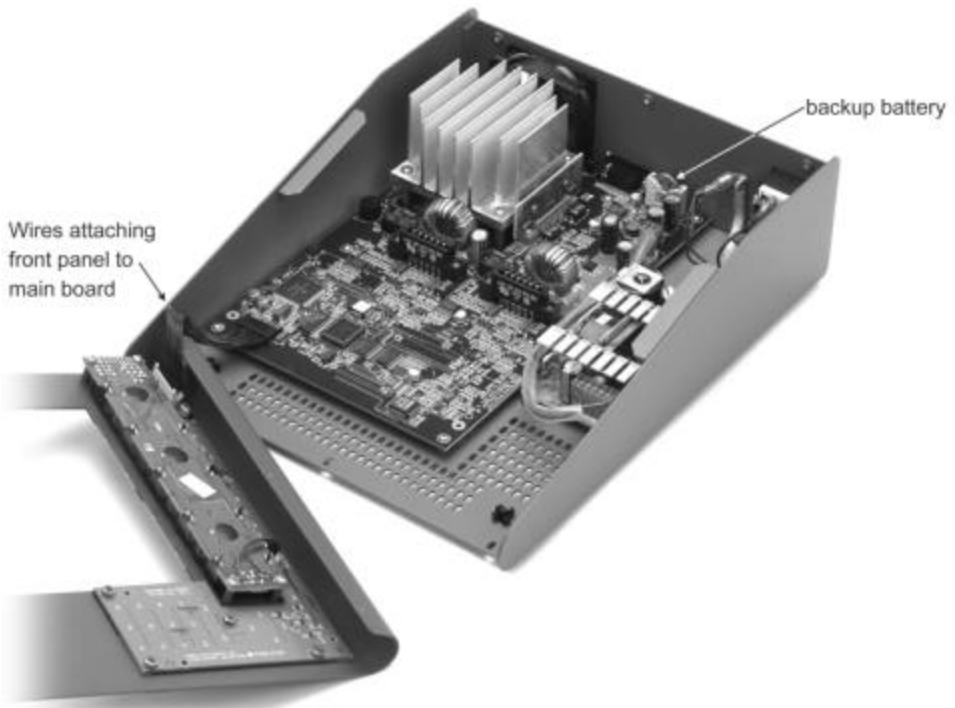

Figure 16 : Le Cadex C7200 avec son couvercle enlevée
5. Insérez la batterie neuve dans son compartiment, avec la borne positive faisant face à l'agrafe et en vous éloignant du ventilateur (voir la Figure 16), jusqu'à ce que l'agrafe glisse en place.